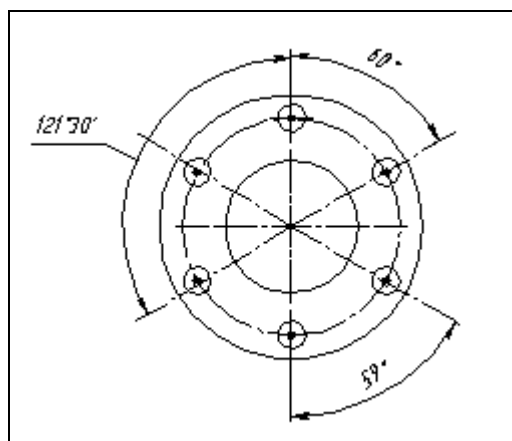

Рис. 2.19. Простановка угловых размеров
- ◆ выберите положение размерной надписи (точку **t3**). Вы можете задать его трех видов, как на рис. 2.19;